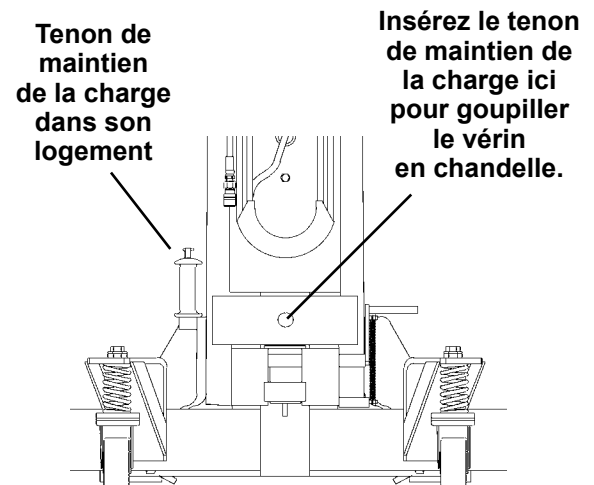

Figure 7
3. Retirez le tenon de maintien de la charge de son logement sur chaque vérin. Insérez le tenon dans chaque trou oblong de la barre d'arrêt du vérin et complètement dans le trou correspondant du taquet de la butée. Figure 7.